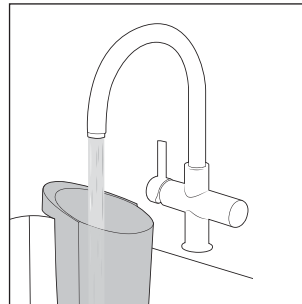

Abb. 23
- ◆ Spülen Sie den Schmutzwasserbehälter ② unter fließendem, warmen Wasser aus (siehe Abb. 23).